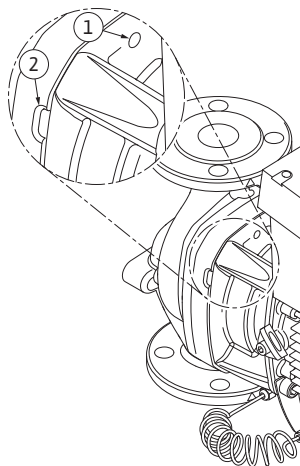

Fig. 50: Gwintowane otwory i szczeliny do wyciskania głowicy silnika z korpusu pompy
13. Wycisnąć głowicę silnika (patrz Fig. 13) z korpusu pompy. Zaleca się wykorzystanie w tym celu dwóch gwintowanych otworów (Fig. 50, poz. 1), głównie do poluzowania osadzenia. W celu poluzowania osadzenia wkręcić odpowiednie śruby w gwintowane otwory. Gdy głowica silnika jest poluzowana, do wyciśnięcia można dodatkowo użyć szczelin (Fig. 50, poz. 2) między korpusem pompy a latarnią (w tym celu włożyć np. dwa wkrętaki i użyć ich jako dźwigni). Po wyciśnięciu o ok. 15 mm głowica silnika nie znajduje się już w korpusie pompy.